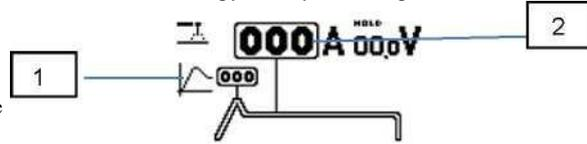

Рис.4
- ПАРАМЕТР ГОРЯЧЕГО ПУСКА (рис. 4, поз. 1)
- СВАРОЧНЫЙ ТОК (рис. 4, поз. 2)